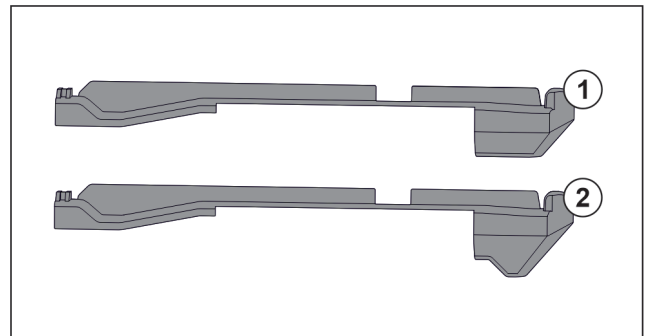

Fig. 69 Porównanie elementów nasadzanych
W urządzeniu znajdują się dwa różne elementy nasadzane. Element nasadzany nad najniższą szufladą Fig. 69 (2) posiada trójkątną krawędź. Wszystkie pozostałe elementy nasadzane Fig. 69 (1) mają prostą krawędź.
- ▶ Element nasadzany Fig. 69 (2) z trójkątną krawędzią umieścić nad najniższą szufladą.
- ▶ Element nasadzany Fig. 69 (1) z prostą krawędzią umieszczać we wszystkich pozostałych miejscach.